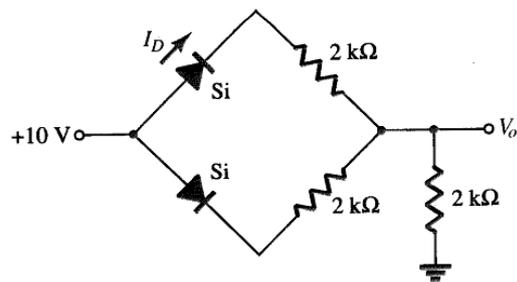

Figura 8.
13. Qual é a tensão de saída e a corrente no diodo indicada no circuito da Figura 8?